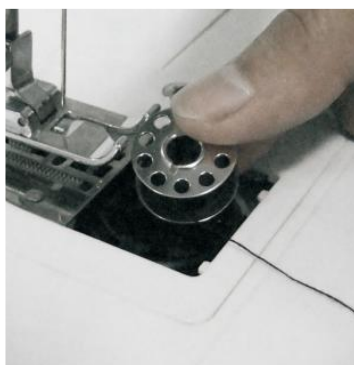

Fig. 8
- 2) Sæt den nye spole i holderen, med tråden med uret. Lad 10 cm tråd hænge ud (fig.8).